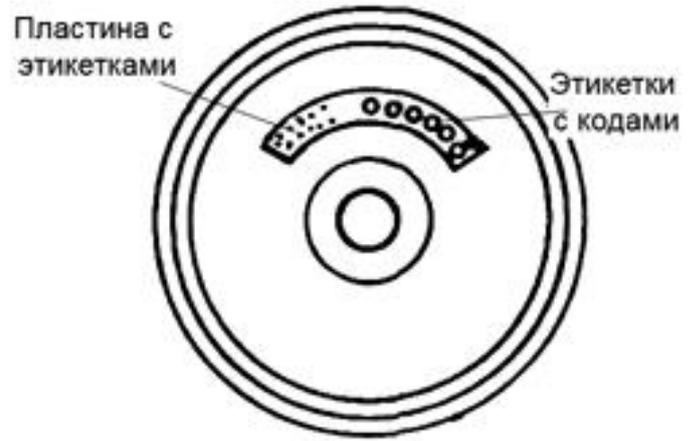

Рис. 6-32.
- в. Прочистить и проверить фильтр. При каждой очистке внешнего фильтра удалять один код с внутренней пластины (Рис. 6-32).